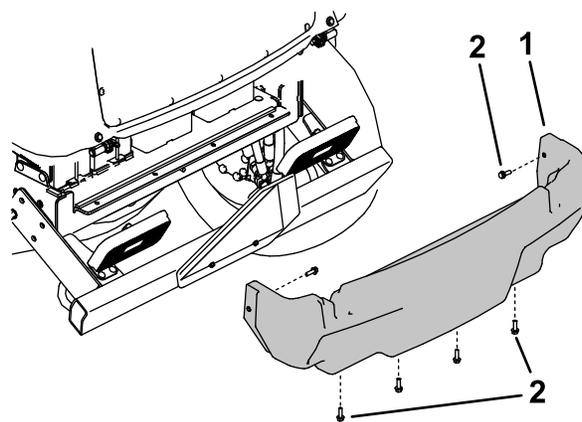

Рисунок 102
5. Выверните 6 фланцевых винтов крепления заднего кожуха к раме и снимите задний кожух (Рисунок 102).
4. Установите задний кожух (Рисунок 102).